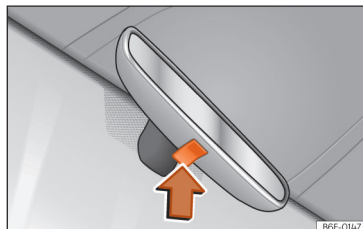

Рис. 77 Салонне дзеркало з ручним затемненням.
- Щоб затемнити дзеркало, натисніть кнопку на дзеркалі >>> **рис. 77** (стрілка).